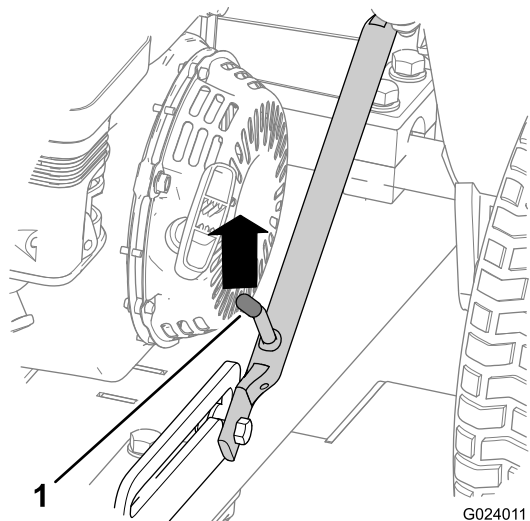
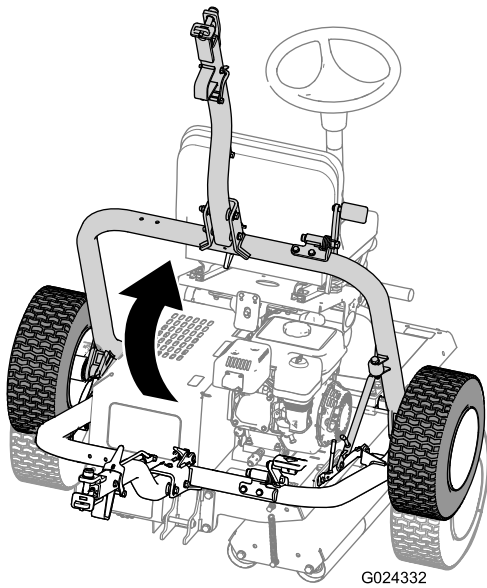

图25
图29
- A. 向上推动挂钩组件直至门锁杆从滑块锁销中松开 图25。
D. 提起挂钩 (图29)、直到门锁杆锁入滑块锁销 (图25)。